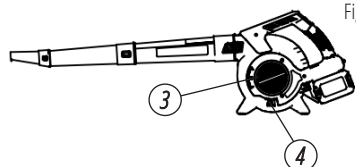

Fig. 4
- Abra la cubierta protectora (3) de la abertura de aspiración presionando el bloqueo de la abertura de aspiración (4) en dirección a la abertura y extrayendo la cubierta protectora, girándola en sentido horario hasta que se detenga. Ahora puede retirar la cubierta protectora (3) (Fig. 4).